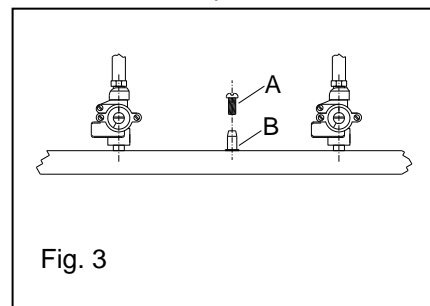

Fig. 3
4.1 Controllo della pressione di alimentazione (Fig. 3)